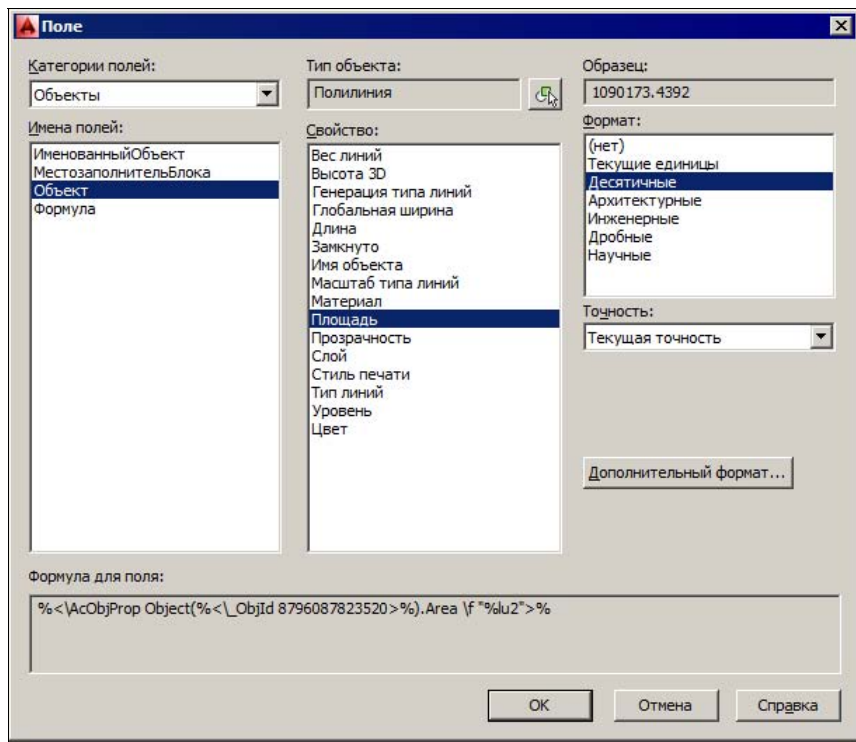

Рис. 3.33. Диалоговое окно Поле (категория Объекты, поле Объект)
нием на чертеже. По щелчку на этой кнопке следует отметить объект (например, однострочный текст) на открывшемся временно чертеже. Диалоговое окно примет вид, показанный на рис. 3.33.
- ◆ **Свойство** (Property) — отображает перечень всех доступных свойств выбранного объекта (на рис. 3.33 выбрано свойство **Площадь** (Area));